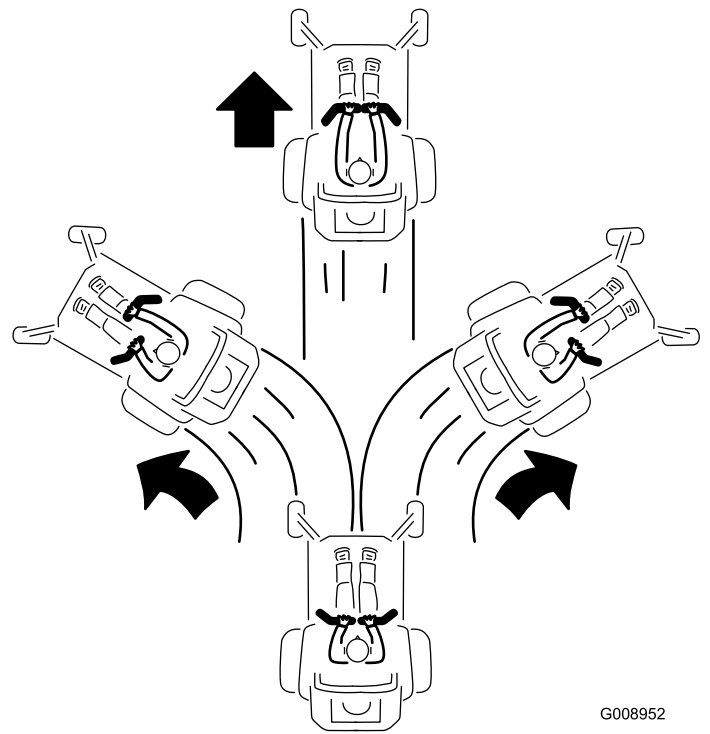

Figure 33
3. Pour vous déplacer en marche avant, poussez lentement les leviers de commande de déplacement vers l'avant (Figure 33).